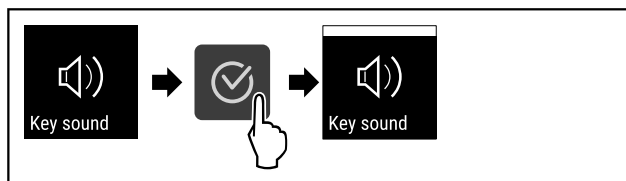

Fig. 81
- ▶ Eseguire i passi (vedere Fig. 81) .